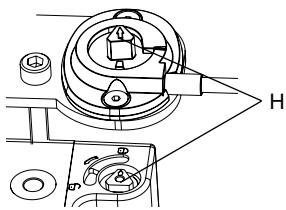

Figura 8
3. Ter em atenção o alinhamento das marcações (setas) na chave triangular e no adaptador H (ver a figura 8).